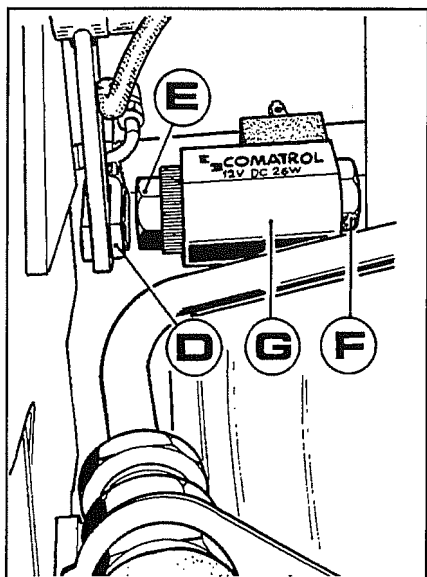

Fig. 17
- 2- Scollegare la forcella comando doppia trazione **D** fig.17 per non avere impedimenti nello sfilare il gruppo bobina solenoide.
3. Allentare il dado **E** fig.17 per permettere lo spostamento della bobina **G** affinché sia possibile allentare con la chiave il dado **F** del solenoide, quindi svitare e sfilare il gruppo.
- a. Rimontare la bobina **G** fig.17 sul solenoide.